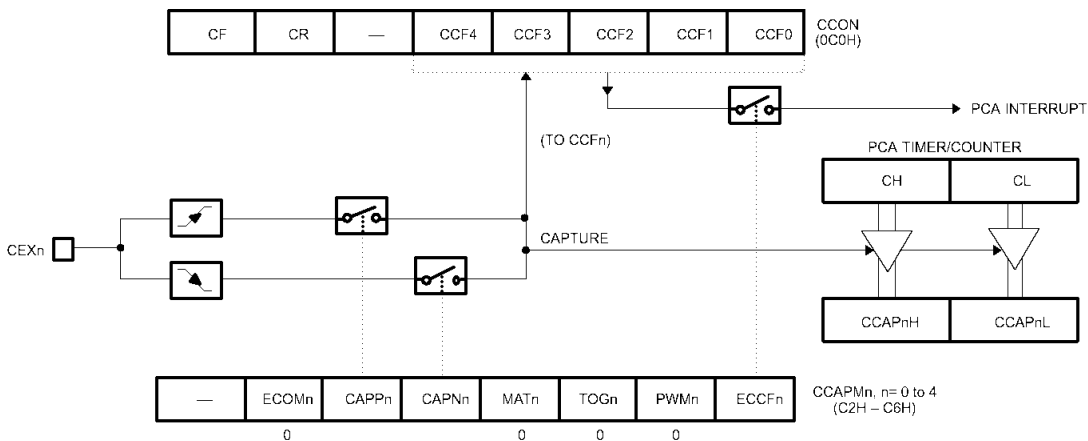
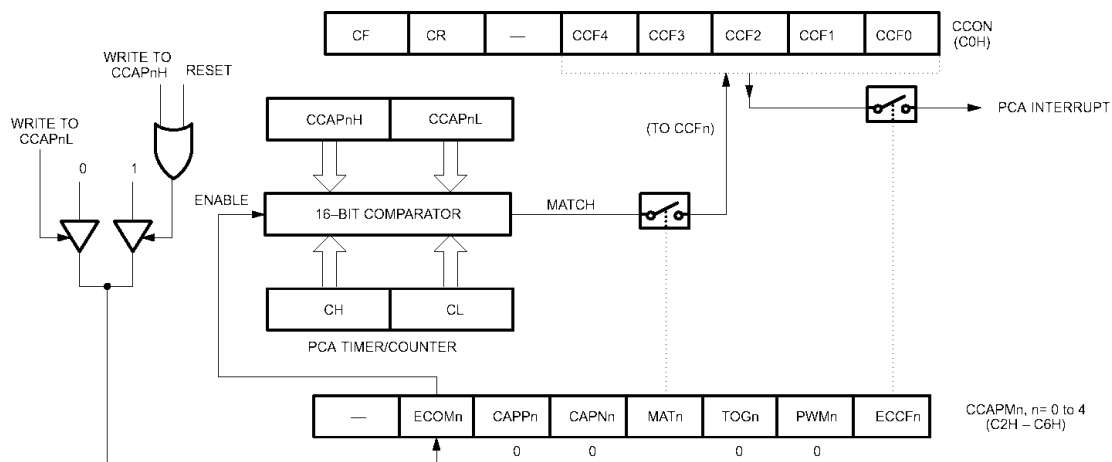

图21 PCA捕获模式
图22 PCA比较模式
要使用PCA模块中的捕获模式，必须将CCAPMn中的位CAPN和/或CAPP置位。CEXn输入的信号出现上升或下降沿时，PCA硬件将PCA计数器寄存器 (CH和CL) 的值装入模块捕获寄存器 (CCAPnL和CCAPnH)。与此同时置位CCFn 标志。如果CCAPMn中的ECCFn位已经置位，则会产生中断。如图21所示。
要使用PCA模块中的软件定时器模式，必须将CCAPMn中的位ECOM和MAT置位。PCA定时器和模块的捕获寄存器进行比较。当两者的值相同且CCAPMn中的ECCFn位已经置位时，将会产生中断。如图22所示。
- 5) 图 22 到 25 所示为 ICC 的测试条件,图 21 为 ICC 和频率的关系。